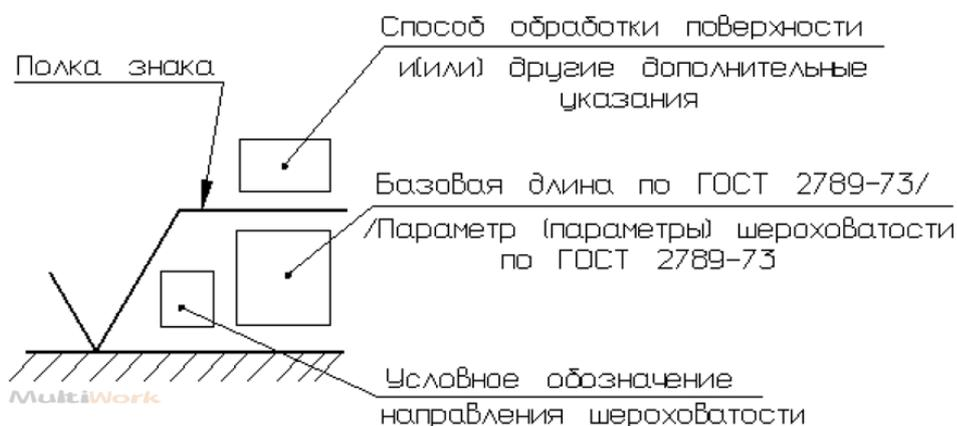

рис.4
6. **Шероховатость поверхностей** Все мелкие неровности называются шероховатостью поверхностей. Она указана в графической части чертежа или в верхнем правом углу документа. Например, обозначение шероховатости может выглядеть вот так(рис. 4):